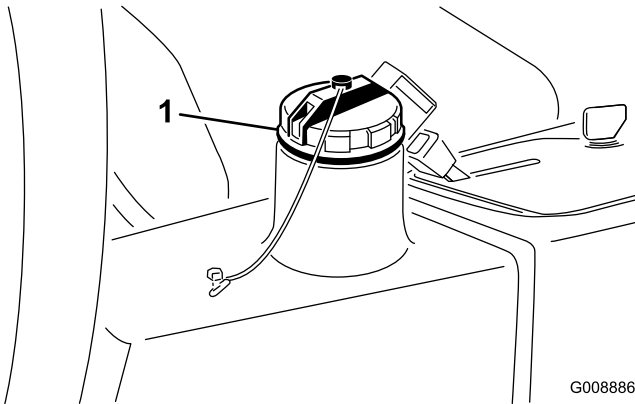

Figura 22
2. Limpe a zona em redor do tubo de enchimento e da tampa do depósito hidráulico (Figura 22). Retire a tampa.